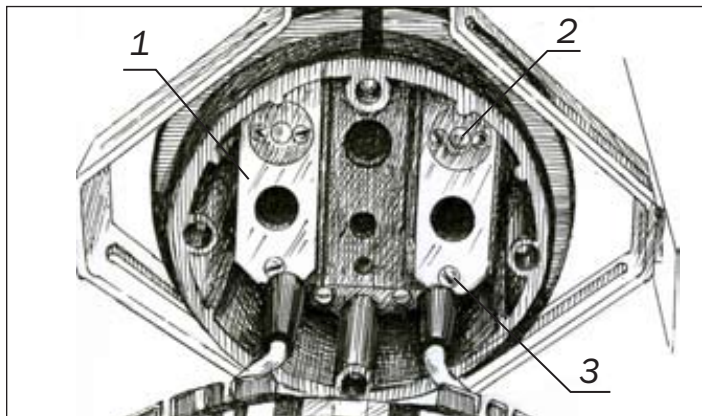

Рисунок 4.11 – Оголовник муфты МТОК 96В1
4.5 В соответствии с проектной документацией на кабельную линию электрически соединить сращиваемые ОК (закрепить пластины винтами поз.2 рис. 4.11) или же изолировать сращиваемые ОК (не устанавливать винты).
- снять пластину (поз. 1 рис. 4.11) для ввода кабелей, отвернув крепежные винты;
- распределить равномерно проволоки жилы по окружности и закрепить их шайбой (поз. 3 рис. 4.11), используя два винта крепления. Лишнюю длину проволок жилы обрезать;
4.8.7 Отвернуть один из крепежных винтов шайбы пластины крепления провода ГПП (поз.3 рис. 4.11).
4.8.8 Установить наконечник перемычки на винт крепления М6х16 (из “Комплекта для электрического соединения металлических конструктивных элементов ОК” приложение В) и закрепить им шайбу к пластине (поз. 1 рис. 4.11).